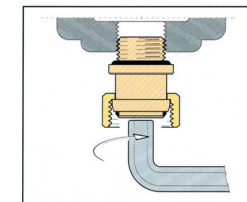

Рисунок 1. Монтаж патрубка полусгона вентиля к прибору отопления.
- При монтаже вентиля к отопительному прибору присоединяется первым патрубок (хвостовик) полусгона (см. рис. 1). Перед монтажом необходимо удостовериться в наличии и целостности уплотнительного кольца. Монтаж должен производиться с помощью специальной сгонной ключа. Накидную гайку полусгона после затяжки вручную следует повернуть ключом не более чем на 1/2 оборота.